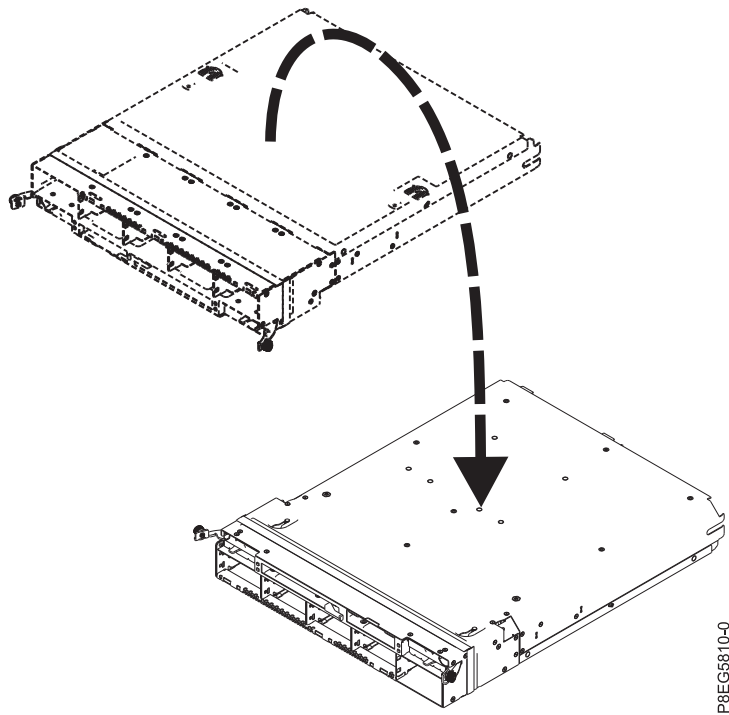

Abbildung 17. Abdeckung der RAID-Baugruppe umdrehen
5. Drehen Sie die Abdeckung der RAID-Baugruppe um (siehe Abb. 17).